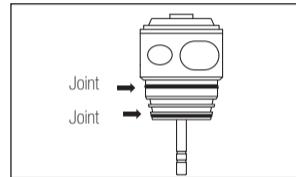

Fig. 10
- S'assurer que les 2 joints (Fig.10) soient correctement positionnés sur le rotor.